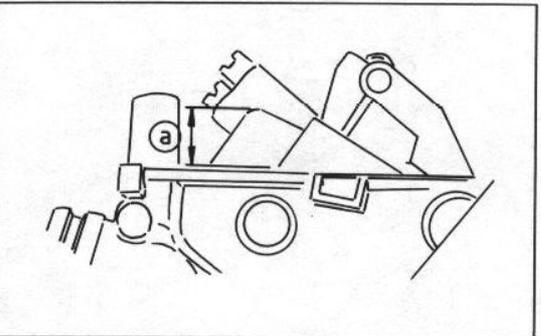

Bild 67
- Die Schwimmerhöhe ausmessen. Dazu muss der Schwimmer mit Eigengewicht auf dem Sitz liegen (Bild 67).